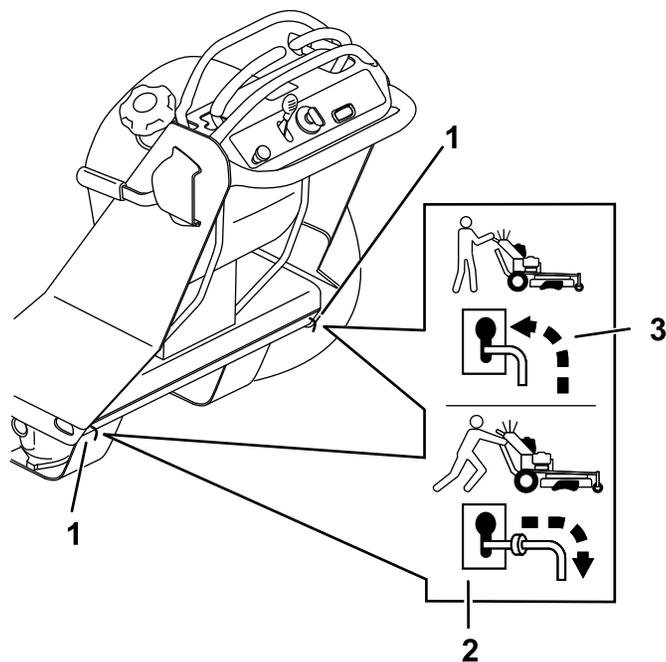

Рисунок 67
4. Вытяните оба рычага перепуска назад через профилированные отверстия и опустите вниз, чтобы зафиксировать их на месте (Рисунок 67).
7. Заглушите двигатель, переместите рычаги перепуска вперед через профилированные отверстия и опустите вниз, чтобы зафиксировать их на месте (Рисунок 67).